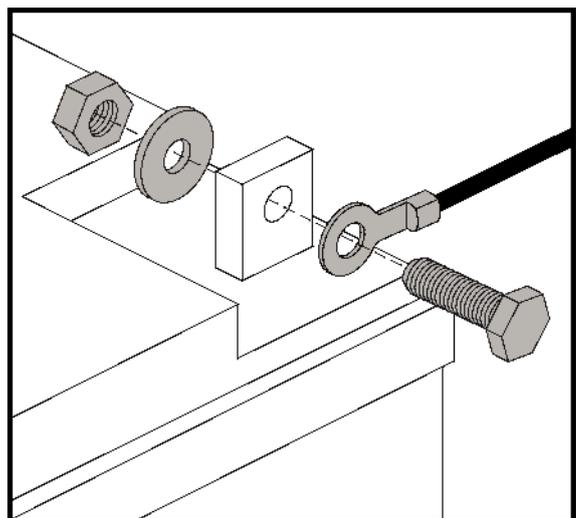

Abb. 13. Befestigungselemente für den Batterieanschluss
4. Trennen Sie die Batteriekabel von den Batterieanschlüssen, indem Sie die Anschlusskippchen zurückschieben und die Mutter abschrauben. Siehe Abb. 13.